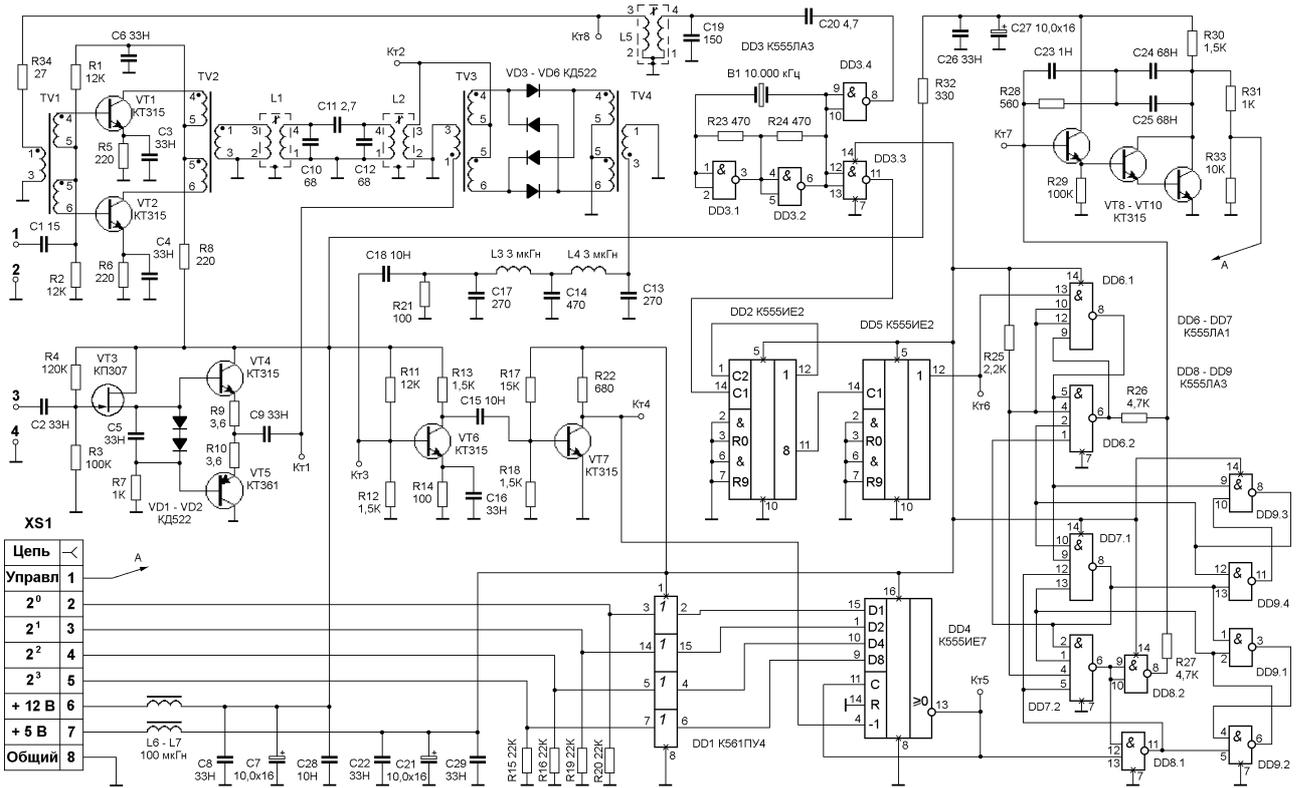

Рис.4
Все элементы синтезатора расположены на двух печатных платах размером 170x78 мм: плата генераторов управляемых напряжением (ГУН) - рис. 3, 6; плата блока обработки частот (БОЧ) - рис. 4, 7.
**Настройка платы БОЧ (рис.4,7)**